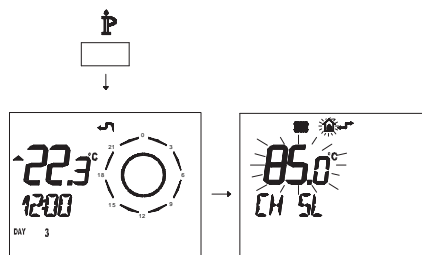

Figura 5.33
La evolución de la temperatura al modificarse el ajuste hecho con los botones 13 y 14 para un **K 1,5** se muestra en la Figura 5.33.
- Pulse durante más de 3 segundos el botón **IP** para entrar en la modalidad **INFO** (Figura 5.33).